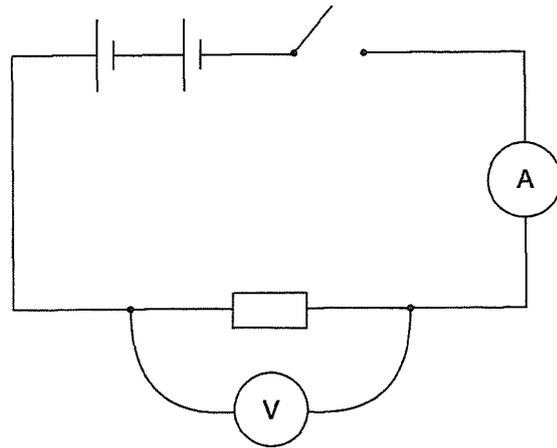

Figure 17.2
4.3. Réaliser le montage représenté à la figure 17.2 en utilisant deux piles de 1,5 V (voltmètre: calibre 5 V^{***}; ampèremètre: calibre 50 mA^{****}). **Attention au sens de raccordement du voltmètre et de l'ampèremètre.**
4.7. Réaliser le montage représenté à la figure 17.2 en utilisant une pile de 1,5 V et une pile de 4,5 V (voltmètre: calibre 10 V^{***}; ampèremètre: calibre 200 mA). **Attention au sens de raccordement du voltmètre et de l'ampèremètre.**
4.11. Réaliser le montage représenté à la figure 17.2 en utilisant deux piles de 4,5 V (voltmètre: calibre 10 V*; ampèremètre: calibre 200 mA). **Attention au sens de raccordement du voltmètre et de l'ampèremètre.**